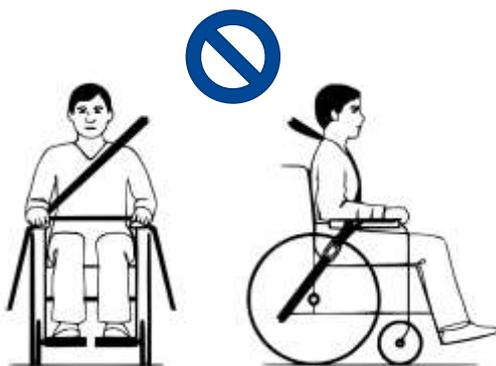

Abbildung 6 Gurt nicht korrekt angelegt
6. Achten Sie darauf, dass die Gurte nicht verdreht sind oder vom Körper ferngehalten werden, wie in Abbildung 6 gezeigt.